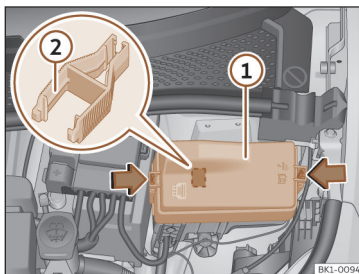

Fig. 192 No compartimento dianteiro: tampa da caixa de fusíveis.
- Abra o capô dianteiro >>> **Fig. 192** ① na página 339.
- Pressione as patilhas de bloqueio para desbloquear a tampa da caixa de fusíveis >>> **Fig. 192** ②.
- Na caixa de fusíveis pode haver umas pinças de plástico para extrair fusíveis >>> **Fig. 192** ②.